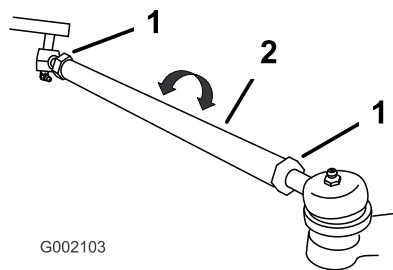

Figure 55
- Si les mesures ne sont pas comprises entre 0 et 6 mm, desserrez les écrous de blocage aux deux extrémités des biellettes (Figure 55).